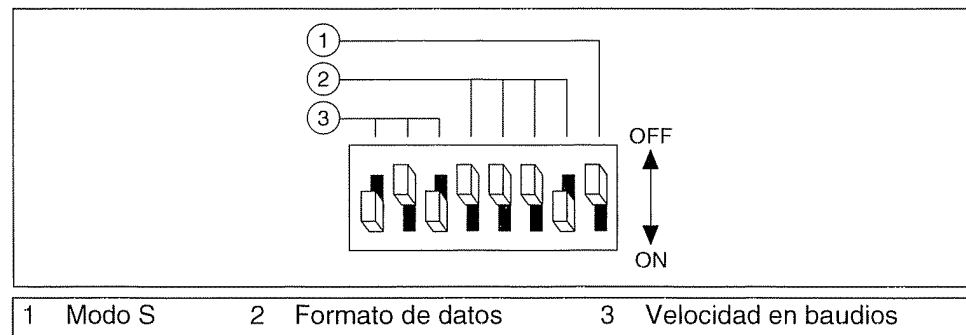

Figura 9-28. Ajustes de configuración serie para el simulador de instrumentos A de NI
- Configure el conjunto izquierdo de interruptores del lateral del simulador para que coincida con el de la figura 9-28.